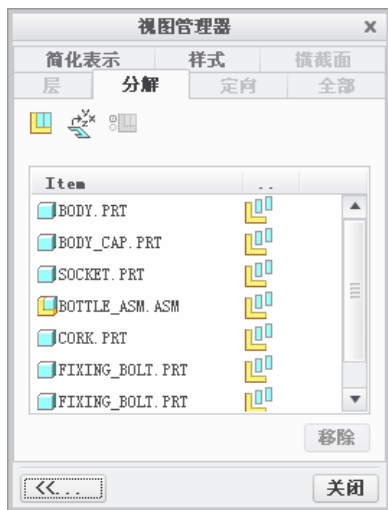

图 9.5.4 “视图管理器”对话框（一）
- (1) 在图 9.5.4 所示的“视图管理器”对话框（一）中单击  按钮。